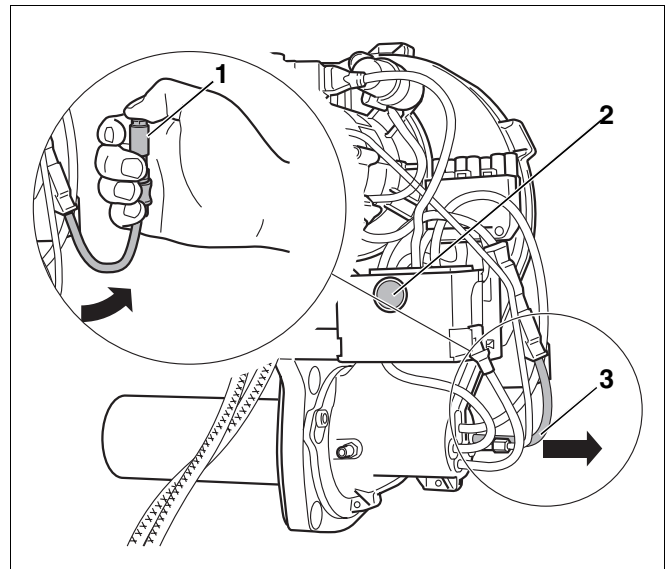

Abb. 20 Flammenfühler auf Funktion prüfen
- Flammenfühler bei laufendem Brenner an dem vorgesehenen Griff aus der Halterung ziehen (Abb. 20, **Pos. 3**).
- Flammenfühler abdecken (Abb. 20, **Pos. 1**). Es muss nach Wiederanlauf eine Störabschaltung erfolgen.
- Nach einer Wartezeit von ca. 30 Sekunden den Ölfeuerungsautomat durch Drücken des Entstörtasters (Abb. 20, **Pos. 2**) entriegeln.